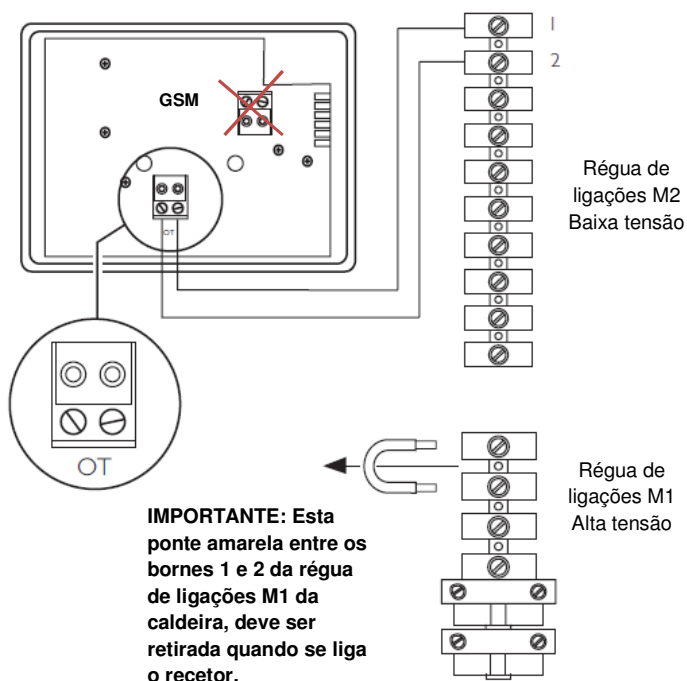

Fig. 9: Ligações e parte posterior do recetor
9. O recetor deve ser ligado na caldeira como se indica na Fig. 9.
8. O erro **E83** indica que o recetor não está a comunicar com a caldeira. Verificar a ligação entre ambos componentes. Ver Fig. 9.
- c. Que o cabeado entre o recetor e a caldeira é adequado. Ver Fig. 9.